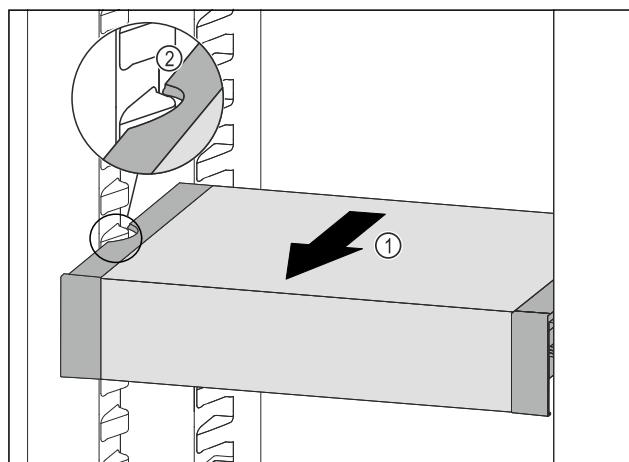

Fig. 128
- ▶ VarioSafe pociągnąć w przód Fig. 128 (1), aż boczne wycięcia szuflady VarioSafe będą się znajdować na wysokości żeber pojemnika w chłodziarce. Fig. 128 (2)